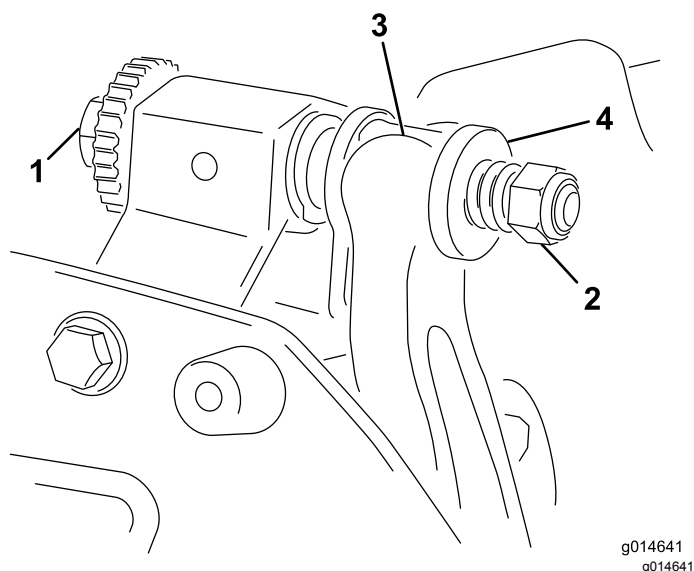

Figure 24
1. Tournez la vis de réglage de la barre d'appui dans le sens antihoraire pour éloigner la contre-lame du cylindre (Figure 24).
2. Faites sortir l'écrou de tension du ressort jusqu'à ce que la rondelle ne soit plus tendue contre la barre d'appui (Figure 24).